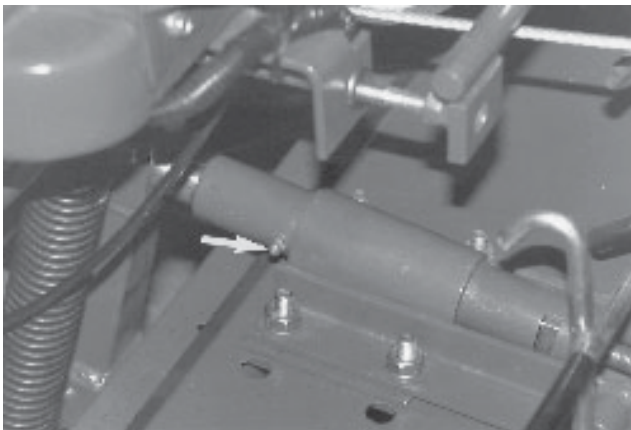

Fig.26
B REAR CUTTING UNIT PIVOT - FIG.26. (See previous page)
- B ACHTERSTE MAAIER DRAAIPUNT - AFB.26. (Zie vorige pagina)
- B PIVOT D'UNITE DE COUPE ARRIERE - FIG.26. (Voir page précédente)